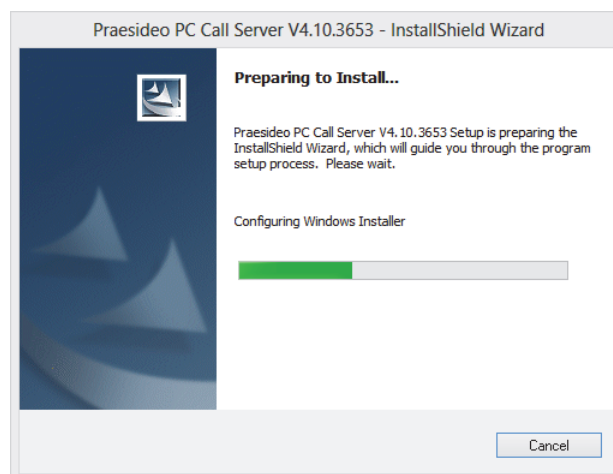

figure 60.1: Programme de configuration de PC Call Server
- 3 Cliquez sur le bouton *Open* pour lancer le programme de configuration de *PC Call Server*. Un écran semblable à celui illustré à la figure 60.1 s'affiche.
- 3 Cliquez sur le bouton *Open* pour lancer le programme de configuration de *PC Call Server Configuration Client*. Un écran similaire à celui en figure 60.1 s'affiche mais désormais pour le *PC Call Server Configuration Client*.